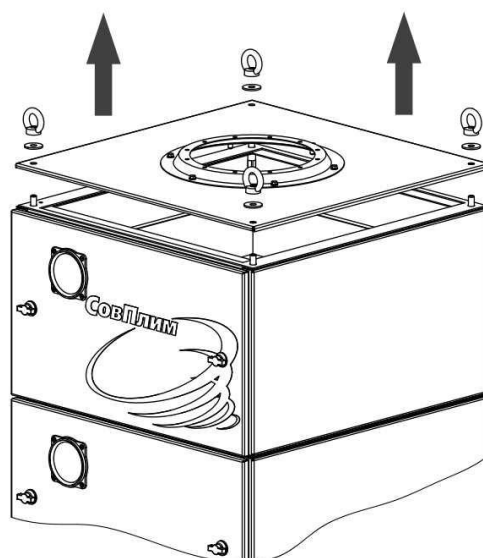

Рисунок 6
1) выкрутить рым-гайки в верхней поверхности агрегата, демонтировать верхний лист (рисунок 6);
5) установить верхний лист на модуль вентилятора, закрепить при помощи шайбы 12 и рым-гаек. При необходимости, для подсоединения воздуховода к модулю вентилятора, вместо листа верхнего с решёткой (входит в состав модуля вентилятора) допускается устанавливать лист верхний с переходником Ø 250 мм, демонтированный с верхней плоскости агрегата (рисунок 6).